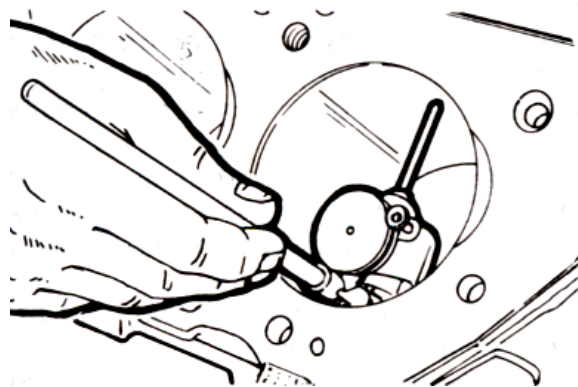

Fig. 3.31 Verifique el diámetro del cilindro
8. Verifique el diámetro del cilindro y la superficie: Revise visualmente los orificios de los cilindros por rugosidad, escariaciones o regiones desgastadas. Si hay señales evidentes de esto, deberá rectificarse el orificio del cilindro a sobremedida más pequeño que sea posible. Deben darse al mecánico aparatista los nuevos pistones con el bloque de cilindros, de manera que puedan rectificarse los cilindros exactamente al tamaño del pistón. Si no hay fallas o defectos evidentes, mida el diámetro del orificio usando un calibrador telescópico y un micrómetro, paralela y perpendicularmente a la línea de centros del motor, en la parte superior y en la parte inferior del barrenado (Ver Fig. 3.31). Reste las medidas de la parte inferior de las partes superior para determinar la conicidad; y las medidas paralelas a la línea de centros de las medidas perpendiculares para determinar la excentricidad. Si las medidas no están dentro de especificaciones, el cilindro debe volver a tornearse o rectificarse para instalar un pistón de sobremedida. Si las medidas están dentro de especificaciones, el cilindro puede usarse como esté, haciéndolo sólo rectificado de acabado.